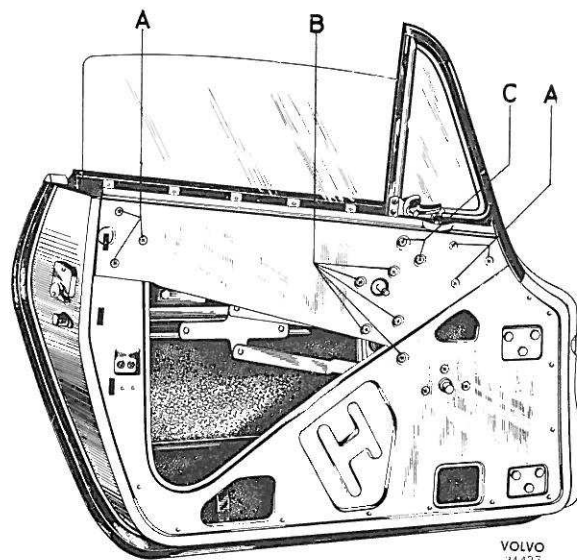

Figure 29. Porte avec panneau démontable, modèle antérieur
## Modèle antérieur : (portes avec panneaux démontables, voir figure 29)
3. Enlever les deux vis (C, figure 29) et déposer le panneau de porte.